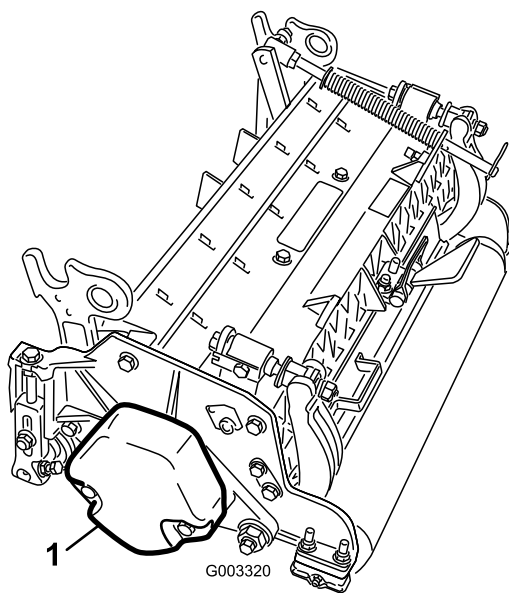

図 11
1. 2 番、4 番、6 番カッティングユニットでは、カウンタ・ウェイトをカッティングユニットの左側に固定しているキャップスクリュ(2本)を取る。カウンタ・ウェイトを取り外す(図 11)。